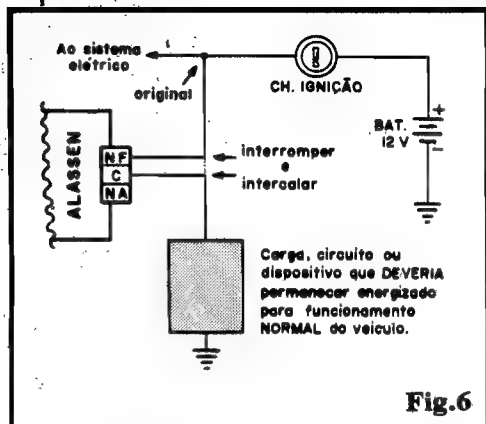

Fig.6
- **FIG. 6 - AMPLIANDO AS POSSIBILIDADES DE APLICAÇÃO FINAL** - Para o Hobbysta "macaco velho", que já está "careca" de saber como se comportam eletricamente os contatos de saída de um relê reversível, lembramos que também o terminal "NF", em conjunto com o "C", poderá ser usado, só que a intermitência do ALASSEN agirá "desligando" ciclicamente algo que **deveria** permanecer ligado ou energizado, para perfeito funcionamento do motor do veículo... No caso, basta interromper a linha da alimentação de tal dispositivo, e intercalar as ligações (indicadas por setas brancas) vindas dos terminais "C" e "NF" do ALASSEN...